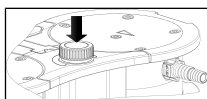

Fig. 7: Attivazione e disattivazione della pompa tramite pulsante/manopola
- Attivare la pompa premendo il pulsante/manopola (vedere Fig. 7).